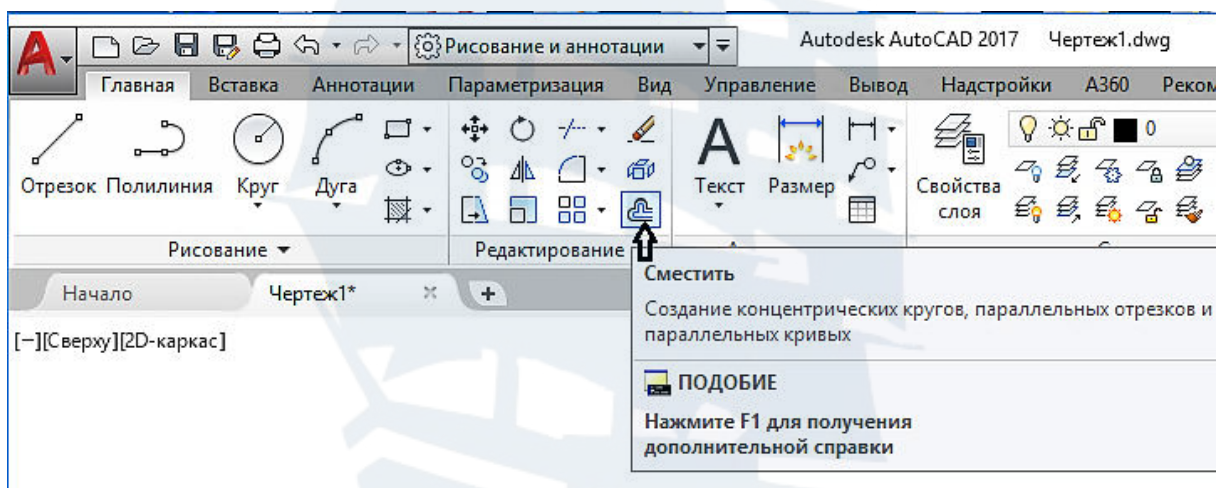

Рис. 79
– щелчком мыши по кнопке  **Сместить** на панели инструментов **Редактирование** на вкладке **Главная** ленты инструментов (рис. 79);